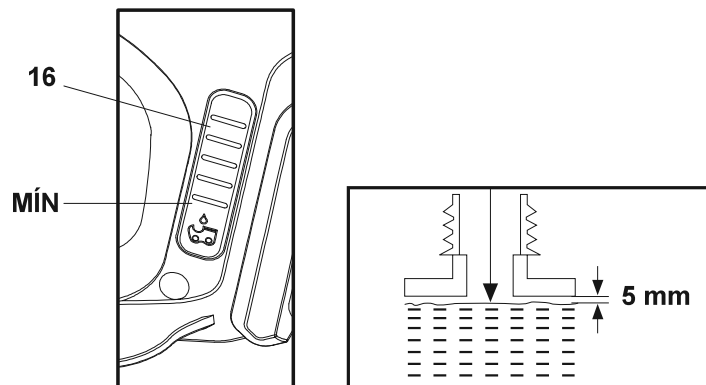

Fig. 9
4. Não adicione óleo a um nível inferior à marca "MÍN" na janela de nível de óleo (16), mas também não encha demasiado, deixando aproximadamente 5 mm de espaço entre a parte superior do óleo e o rebordo interior do depósito para permitir a expansão (Fig. 9).
5. Verifique a janela de nível de óleo (16) antes do arranque, e regularmente durante a utilização. Adicione óleo quando o nível estiver próximo da parte inferior da janela de nível de óleo (16) (Fig. 9).
6. Limpe o lubrificante derramado com um pano macio e volte a colocar a tampa do depósito de óleo (2).